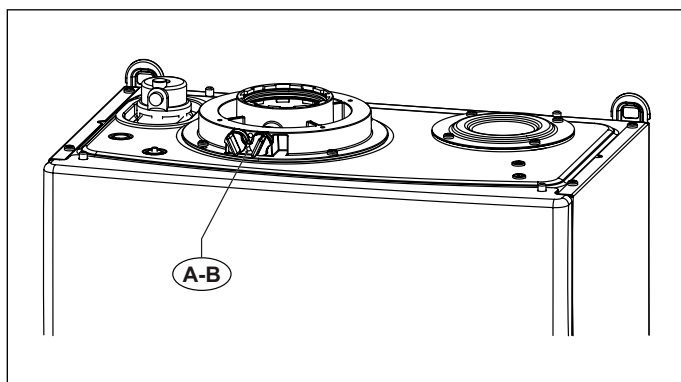
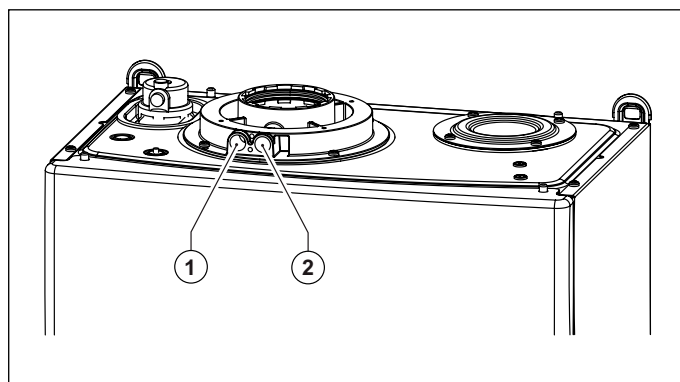

Fig. 20 Poziția bușoanelor
Fig. 21 Poziția orificiilor
Centrala termică este prevăzută cu un turn pentru racordarea conductelor de aspirație aer/evacuare gaze arse (vezi Fig. 20 Poziția bușoanelor și Fig. 21 Poziția orificiilor).
În turn au fost prevăzute orificii pentru accesul direct al aerului de combustie și pentru evacuarea gazelor arse (vezi Fig. 21 Poziția orificiilor).
Înainte de a efectua măsurătorile înlăturați bușoanele **A** și **B** din orificiile prevăzute pe turn (vezi Fig. 20 Poziția bușoanelor).
- măsurarea aerului de combustie preluat din orificiul **1** (vezi Fig. 21 Poziția orificiilor).
- măsurarea temperaturii gazelor arse și a CO₂ prelevat din orificiul **2** (vezi Fig. 21 Poziția orificiilor).
Cablurile termostatului trebuie conectate la bornele (1) și (2) ale plăcuței electronice (vezi Fig. 16 Schema electrică RTFS și Fig. 20 Schema electrică CTFS) după ce a fost eliminată puntea furnizată cu centrala termică. *Schema electrice* la pagina 58) după ce a fost eliminată puntea furnizată cu centrala termică.